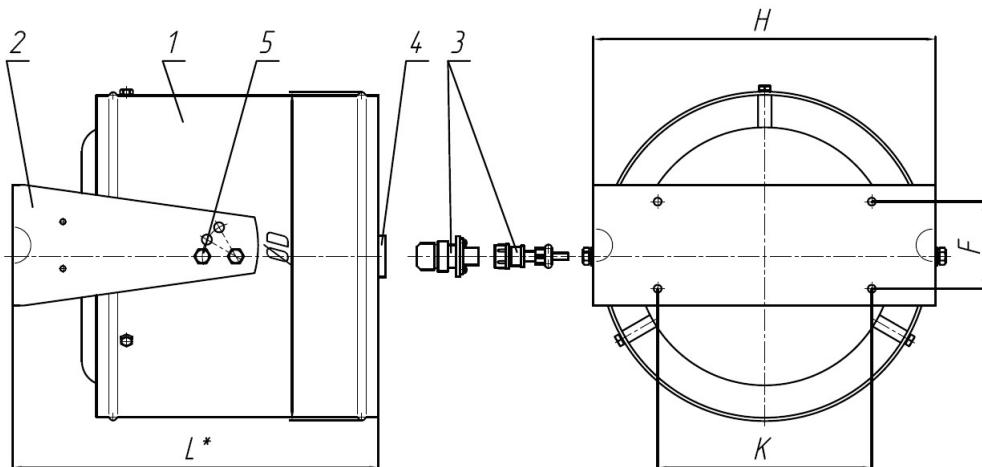

Рис.1. Генератор огнетушащего аэрозоля «TOP 1500»
3.1. В комплект поставки (рис.1) входит:
##### 4.1. Устройство генератора (рис.1).
6.2. Монтаж генератора производится с помощью кронштейна крепления поз.2 (рис. 1) на жесткой вертикальной конструкции (стены, колонны и др.). При выборе расстояния между генератором и объектом тушения необходимо учитывать длины зон с повышенной температурой п. 10 раздела 2, но оно не должно превышать, по возможности, 3,0 м. Для монтажа сверлятся 4 отверстия диаметром 8 мм под пластмассовый дюбель 8 мм на глубину 48 мм в соответствии с размерами, указанными на рис. 1. Кронштейн крепления закрепляется шурупами диаметром 6 мм и длиной 35мм. На металлических конструкциях кронштейн крепления закрепляется при помощи 4 винтов M6x30, 4 шайб пружинных 6 и 4 гаек M6 через 4 просверливаемых в месте крепления отверстия Ø7 мм. (Метизы в комплект не входят).
Учитывая, что генератор обеспечивает объемное тушение, то максимально быстро создать концентрацию аэрозоля в зоне возможного возникновения пожара можно направлением оси генератора на неё с помощью 4 регулировочных винтов M8 поз. 5 (рис. 1).
7.4. Снять заглушку поз. 4 (рис. 1) и ввернуть воспламенительный узел поз.3 (рис.1).